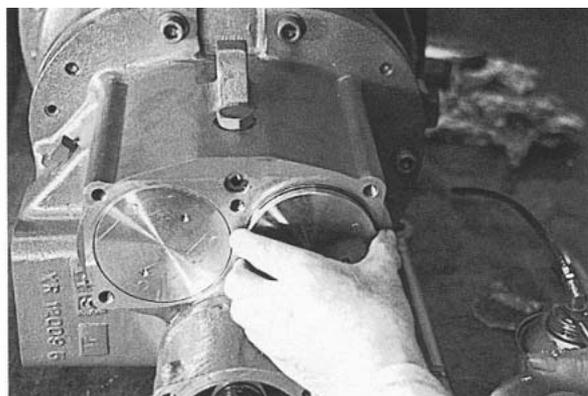

Рис. 142
29. Смажьте и установите на место упорную крышку ротора "мама". (Рис. 142)